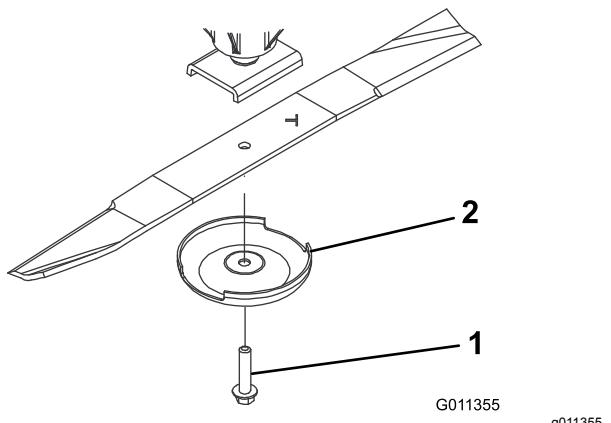

Figura 64
2. Sujete el extremo de la cuchilla usando un paño o un guante grueso. Retire del eje de la cuchilla el perno de la cuchilla, el protector de césped y la cuchilla (**Figura 64**).
3. Instale la cuchilla, con la vela hacia la carcasa de corte, con el protector de césped y el perno de la cuchilla (**Figura 64**). Apriete el perno de la cuchilla a 115–149 N·m.
Si se permite que la cuchilla se desgaste, se formará una hendidura entre la vela y la parte plana de la cuchilla (Figura 64). Con el tiempo, una parte de la cuchilla puede desprenderse y ser arrojada desde debajo de la carcasa, posiblemente causando lesiones graves a usted o a otra persona.